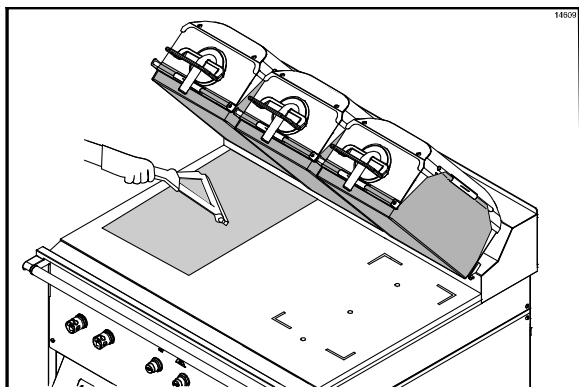

Figure 18
9. Utiliser le rouleau à essorer avec délicatesse pour laisser s'échapper les bulles d'air, en s'assurant de ne pas plier ni plisser la feuille de protection (Cf. Figure 18).